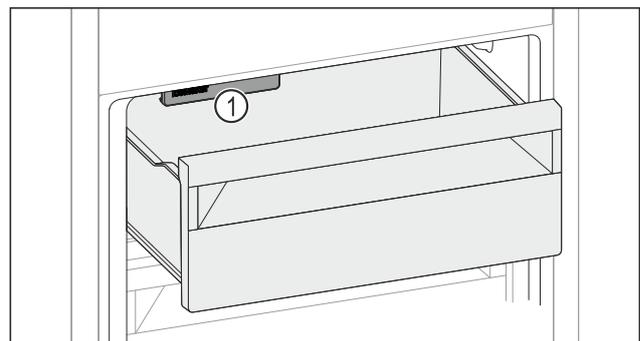

Fig. 126
- ▶ Tenere in considerazione l'IceMaker Fig. 126 (1).